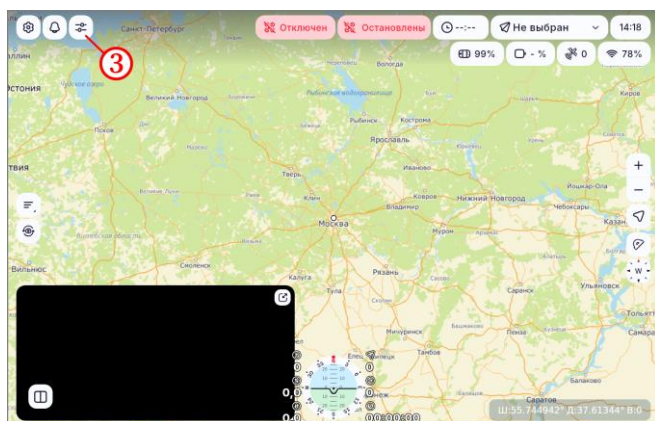

Рисунок 36
- в главном окне ПО нажать на кнопку  (рисунок 36, шаг 3);